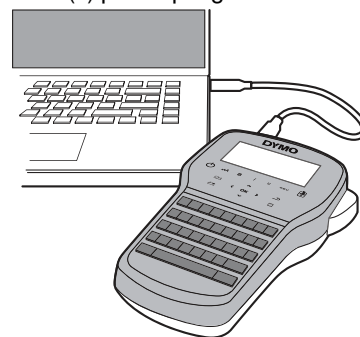

Figure 9
- 1 Connectez le câble USB au port USB situé sur le dessus de l'étiqueteuse. Voir Figure 9.